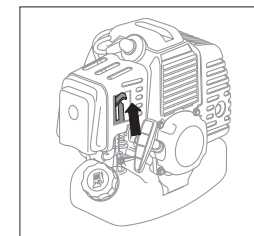

рис. 9
4. Поставете дроселния лост в горно положение - | / "Затворено" (рис. 9).
7. Преведете дроселния лост (рис. 9) в средно положение.